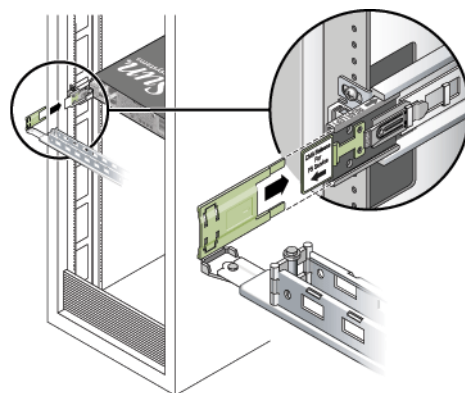

図 2-6 レール拡張部品のコネクタへの CMA アームの接続
5. 残りの CMA アームのコネクタを、CMA レール拡張部品のプラスチック製の接合部に差し込みます (図 2-6)。